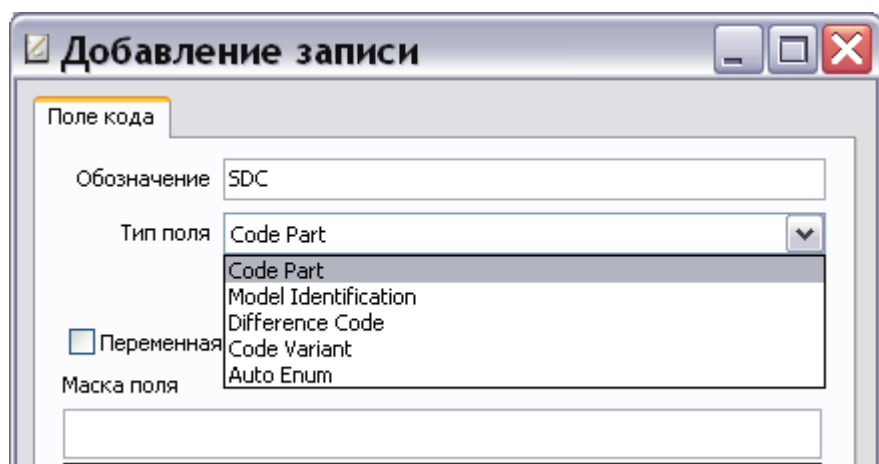

Рис. 2.15
4. В разделе **Тип поля** откройте список допустимых полей (Рис. 2.15).
Первый создаваемый нами элемент схемы – отличительный код системы. В диалоговом окне **Поле кода** в разделе **Тип поля** выберите из списка **Difference Code** (Рис. 2.15).